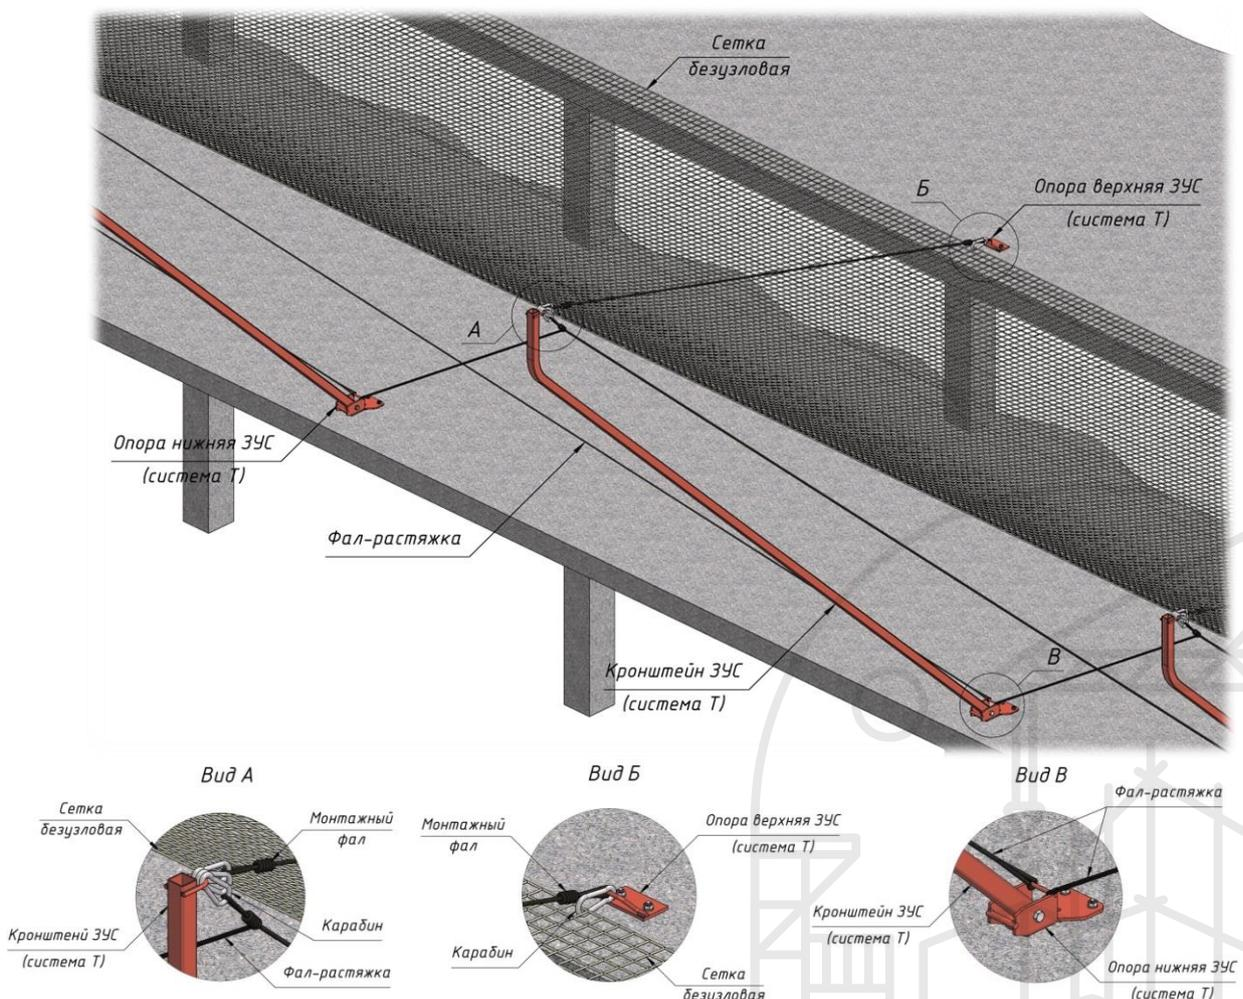

Рисунок 7
11. Вязание монтажного фала за верхнюю опору, натяжение фалов-растяжек и крепление их за петли смежных нижних опор (рис. 7);